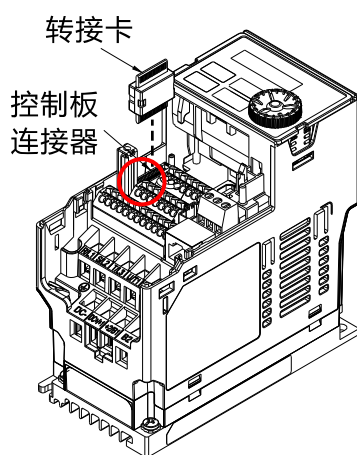

图8-12
2. 组装转接卡：将转接卡对准控制板连接器后插入，如图 8-12 所示。